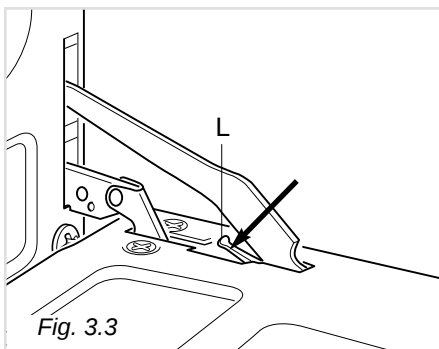

Fig. 3.3
- De hendel "L" naar beneden duwen en in deze stand houden terwijl men de deur zachtjes sluit om het scharnier te blokkeren (fig. 3.3).